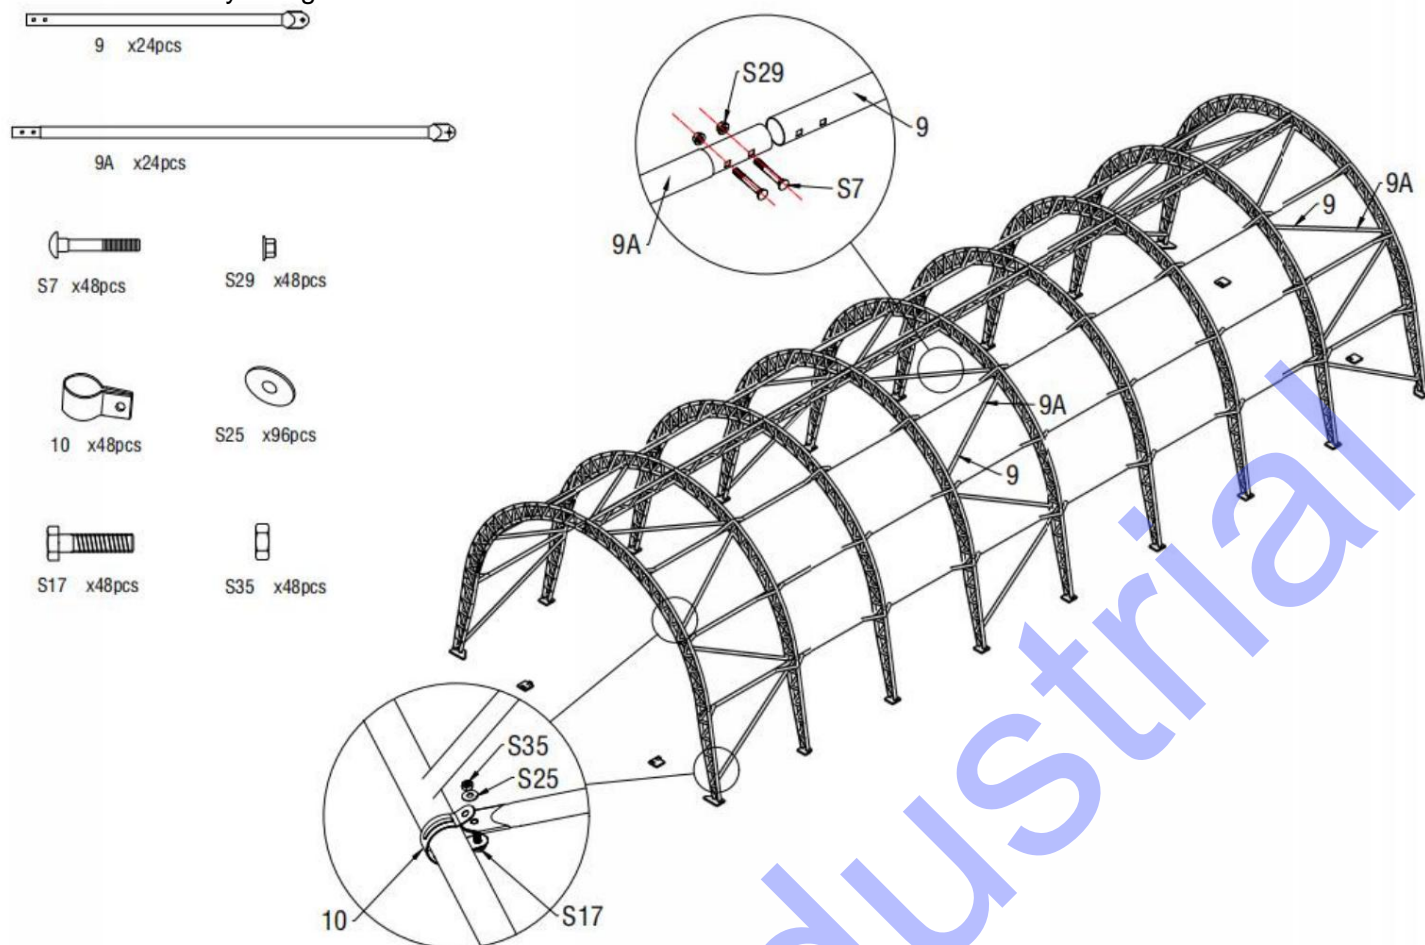

Figure 10
6. Comme le montre la figure 10, trouvez le tube femelle de support diagonal (n° 9) et le support diagonal Tube mâle (n° 9A) et assemblez chaque tube de support de groupe avec un boulon de carrosserie M8x60 (n° S7) et écrou à bride M8 (n° S29). Raccordez ensuite le tube de support diagonal à arc en utilisant le clip (n° 10).